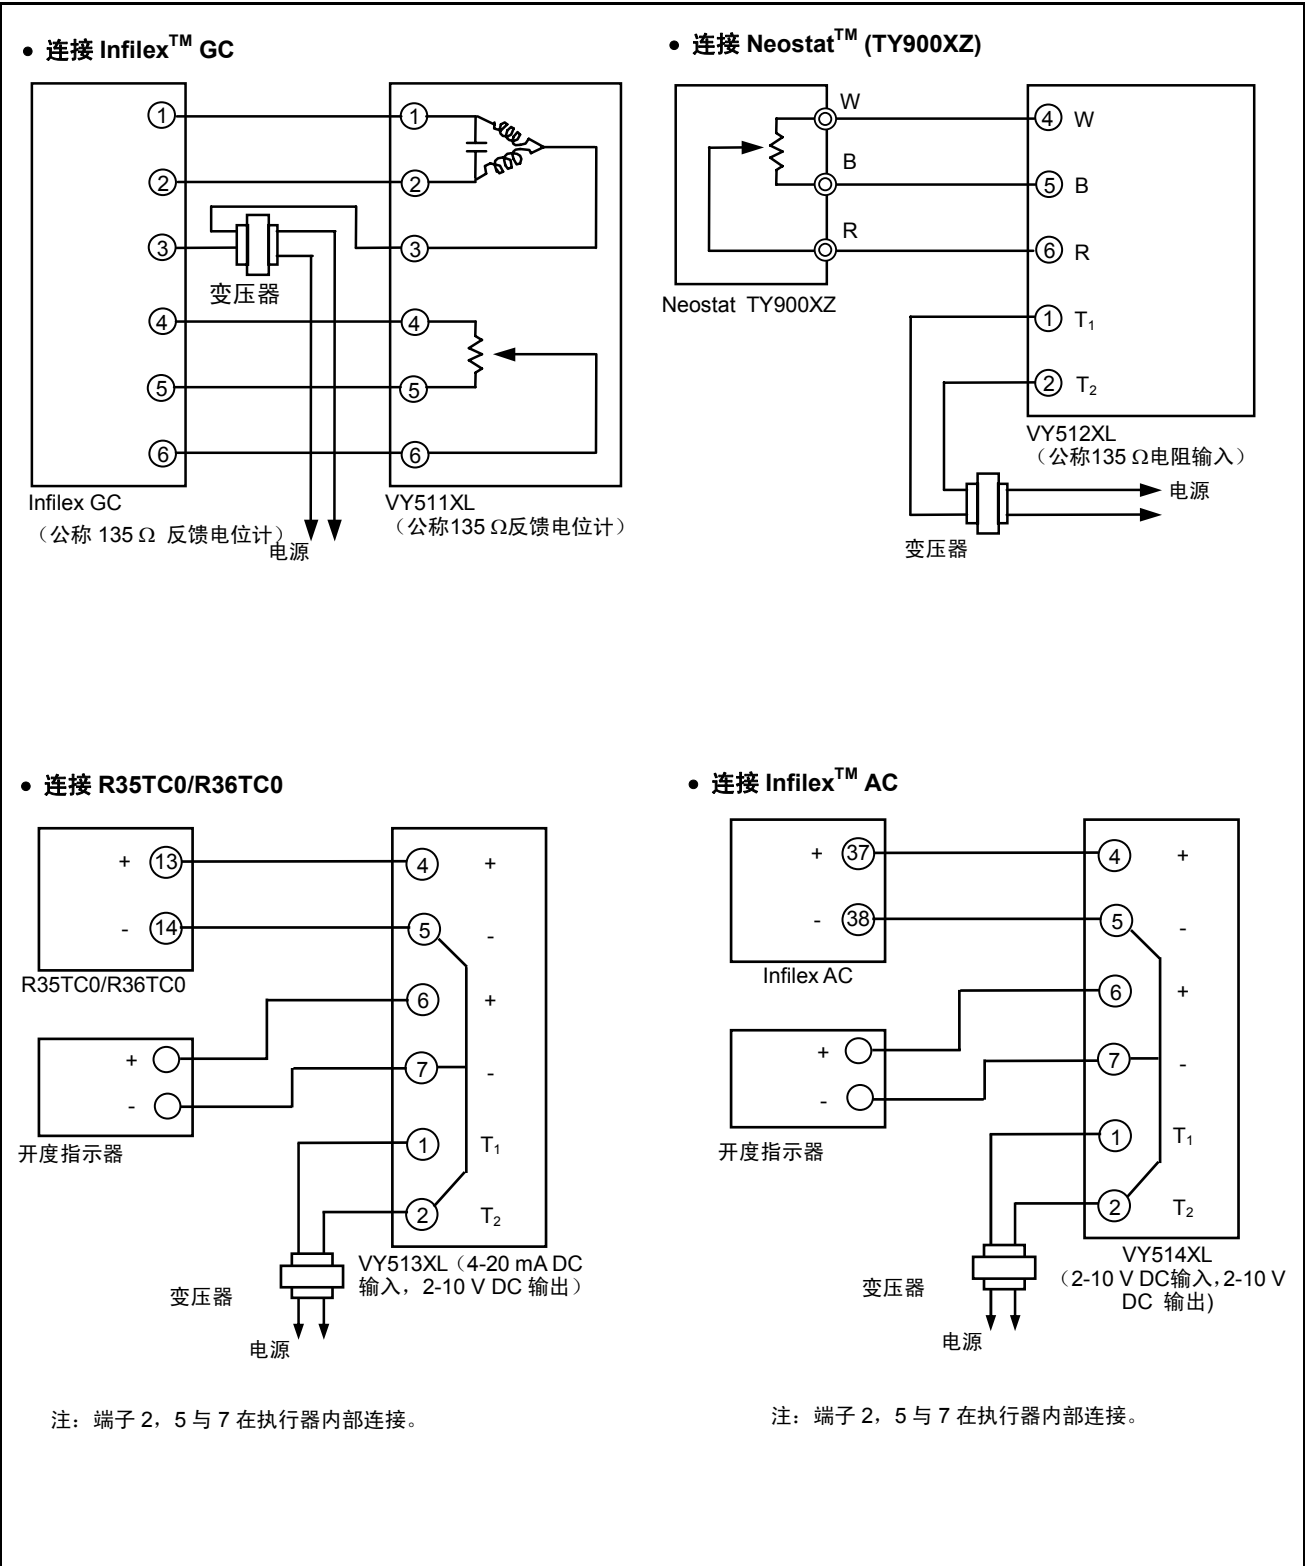
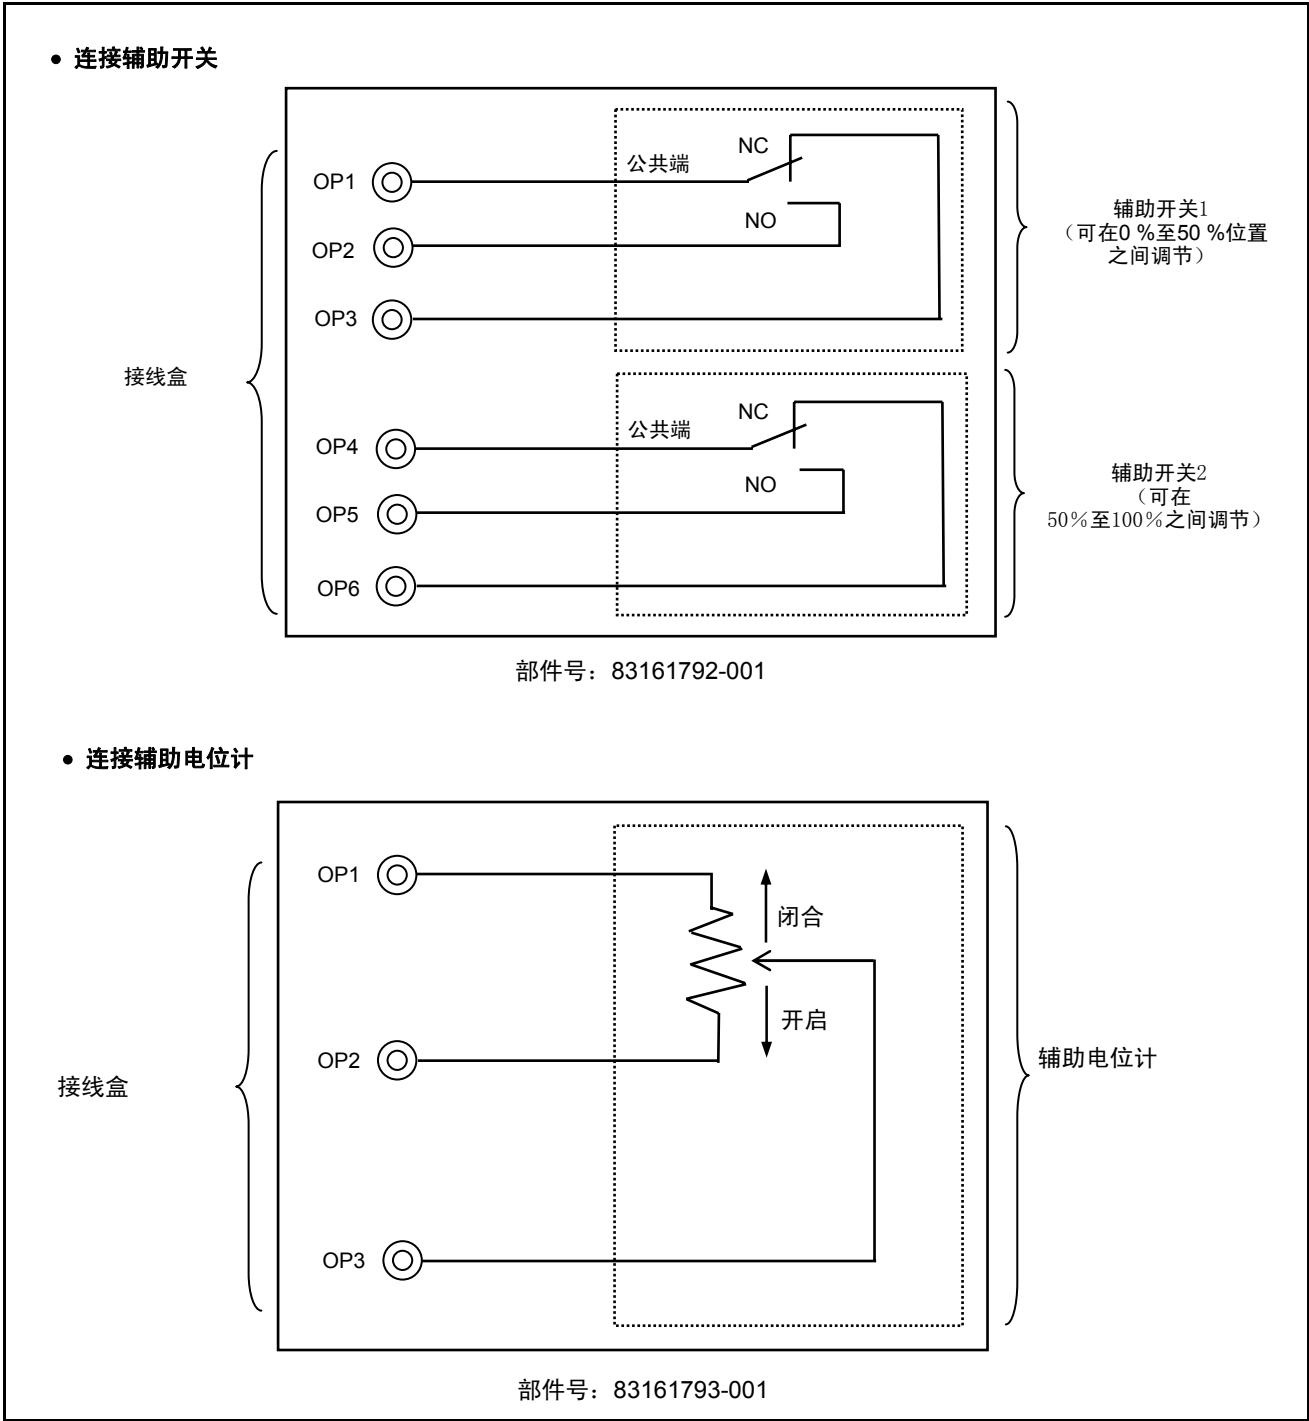

图15 接线示例 (1/2)
图17 辅助开关/辅助电位计接线
❗	辅助开关以及辅助电位计现场安装。（参见图 17）参见其附加的指示。
- 3) 使用M3.5 螺钉将缆线正确连接至端子, 可参考图10至14中的接线端子图以及图15和16中的接线示例（关于辅助开关或者辅助电位计的接线, 参见图17）。